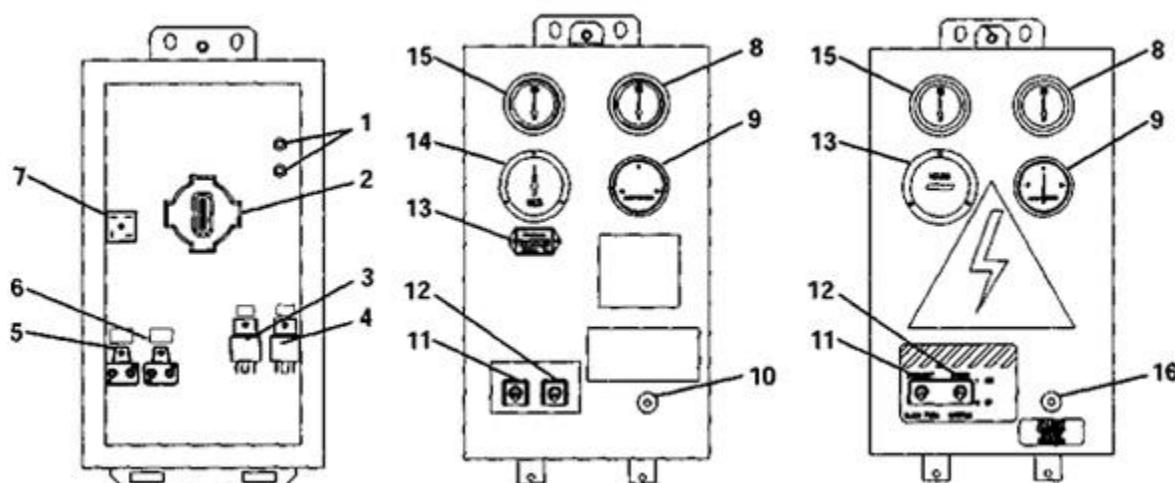

Рисунок 1-6. Блок и панель управления
Элементы, необходимые для контроля и управления агрегатом, расположены в блоке управления, на панели управления (см. Рисунок 1-6) и розетке (см. Рисунок 1-1).
1. Манометр давления масла (см. Рисунок 1-6)
2. Датчик давления масла (см. Рисунок 1-6)
3. Табло датчика температуры воды (см. Рисунок 1-6).
Амперметр (см. Рисунок 1-6), указывает скорость разряда или нагрузку батареи. Это - индикатор функции заряда системы. Кроме того, амперметр предоставляет информацию об состоянии запальных свечей. Во время запуска каждая свеча потребляет приблизительно 7.5 амп.
Этот прибор (см. Рисунок 1-6), определяет полные часы наработки и обеспечивает точное считывание накопленного машинного времени. Эти данные могут использоваться, для составления графика периодического обслуживания. (см. таблицу 4-1.)
Вольтметр переменного тока (см. Рисунок 1-6), устройство, указывающее междуфазовый выход напряжения от генератора. Стрелка прибора в зеленой области при напряжении на выходе агрегата 460 vac (или 230 vac опционально). (см. параграф 4.4.7).
#### 1. Запальные свечи (GPS) (см. Рисунок 1-6)
#### 2. Зажигание (IGN) (см. Рисунок 1-6)